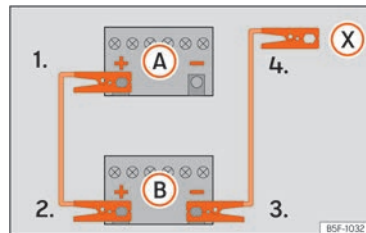

Fig. 153 Schema electrică pentru autovehicule fără sistem Start-Stop.
- Conectați unul din capetele cablului roșu la borna pozitivă (+) a autovehiculului cu bateria descărcată (A).
- Conectați celălalt capăt al cablului roșu la borna pozitivă (+) a autovehiculului cu bateria donatoare (B).
- La autovehiculele fără sistem Start-Stop: conectați un capăt al cablului de pornire asistată negru la borna negativă (-) a autovehiculului care furnizează curent (B) » » fig. 153.